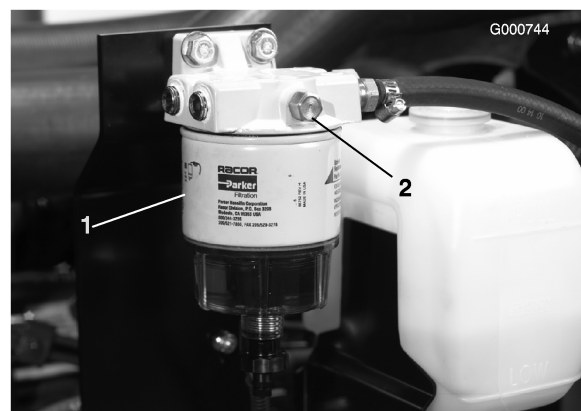

Figura 23
3. Abra o tampão de ventilação do filtro de combustível/separador de água (Figura 23).